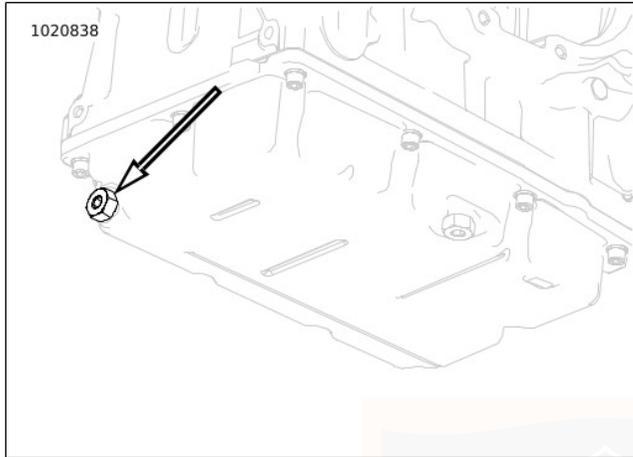

Abbildung 45. Motorölablassstopfen
3. Siehe Abbildung 45. Die Ölablassschraube (2) und den O-Ring entfernen. Das Öl vollständig ablaufen lassen.